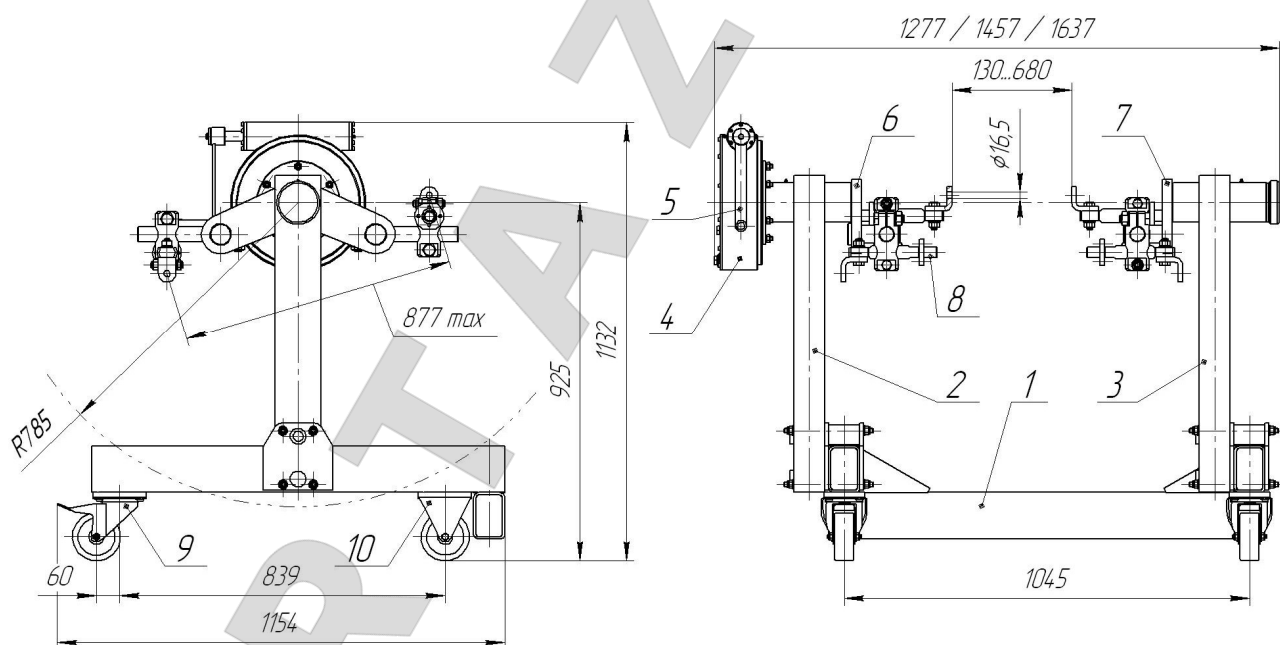

Рис. 1 Стенд Р776Е
4.1. Двигатель, установленный на стенд через адаптеры поз. 8 (рис. 1), поворачивается вращением тихоходного вала червячного редуктора поз. 4 в положение наиболее удобное для работы. Редуктор соединен с приводным шпинделем поз. 6. С противоположной стороны в задней стойке поз. 3 установлен неприводной шпиндель поз. 7. Вращение быстроходного вала червячного редуктора осуществляет через рукоятку поз. 5.
7.2. Перед установкой двигателя затормозите поворотные колеса (поз. 9, рис. 1) нажатием на рычаг тормоза колеса вниз.